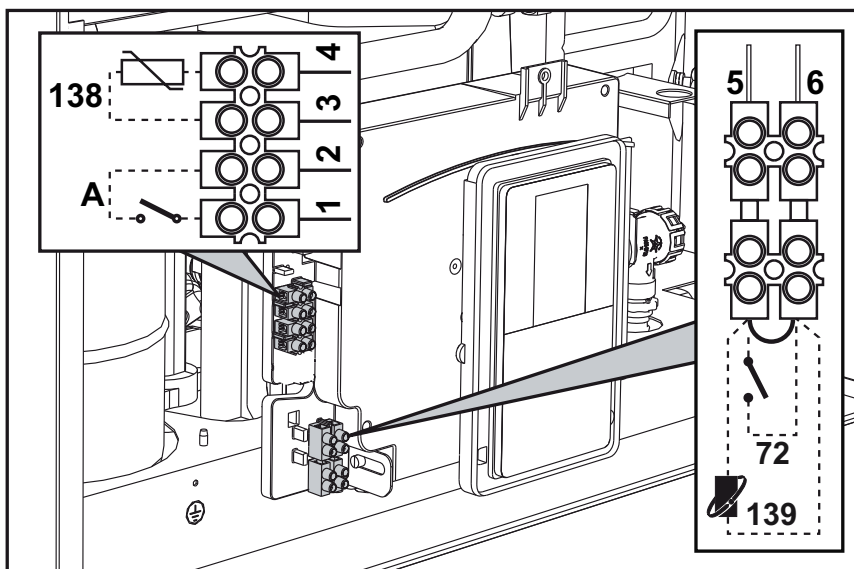

fig. 28
Después de quitar el panel frontal (\*\*\* 'Apertura del panel frontal' on page 96 \*\*\*) es posible acceder a las borneras (M) y al fusible (F) como se indica a continuación. **Los bornes indicados en la fig. 28 deben tener contactos secos (no 230 V).** La posición de los bornes para las diferentes conexiones también se ilustra en el esquema eléctrico de la fig. 51.
**Configuración del interruptor ON/OFF (A fig. 28)**